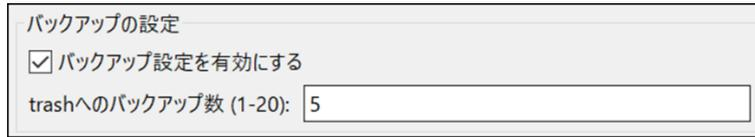

図 4-32 バックアップ数の設定
- 【注】 1. ユーザーは、[trash へのバックアップ数(1~20)] オプション（図 4-32 に示す）を設定することで、バックアップのためにトラッシュフォルダに生成されるフォルダの数を制限できます。制限を超えると、最も古いフォルダが新しいフォルダに置き換わります。